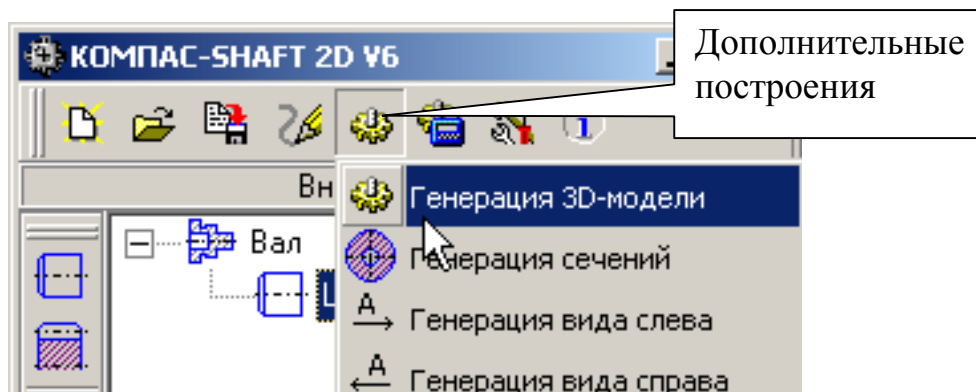

Рис. 89
4. Выполните пространственную модель. Для этого нажмите кнопку **Генерация 3D-модели** на панели **Дополнительные построения**, рис. 89.